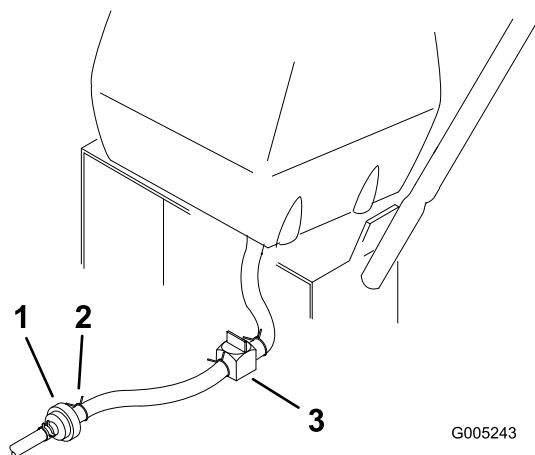

Рисунок 23
3. Закройте клапан отключения подачи топлива на топливном баке (Рисунок 23).
4. Сожмите концы хомута шланга вместе и сдвиньте хомут вверх от топливного фильтра вдоль топливного трубопровода (Рисунок 23).
5. Отсоедините топливный трубопровод от топливного фильтра (Рисунок 23).